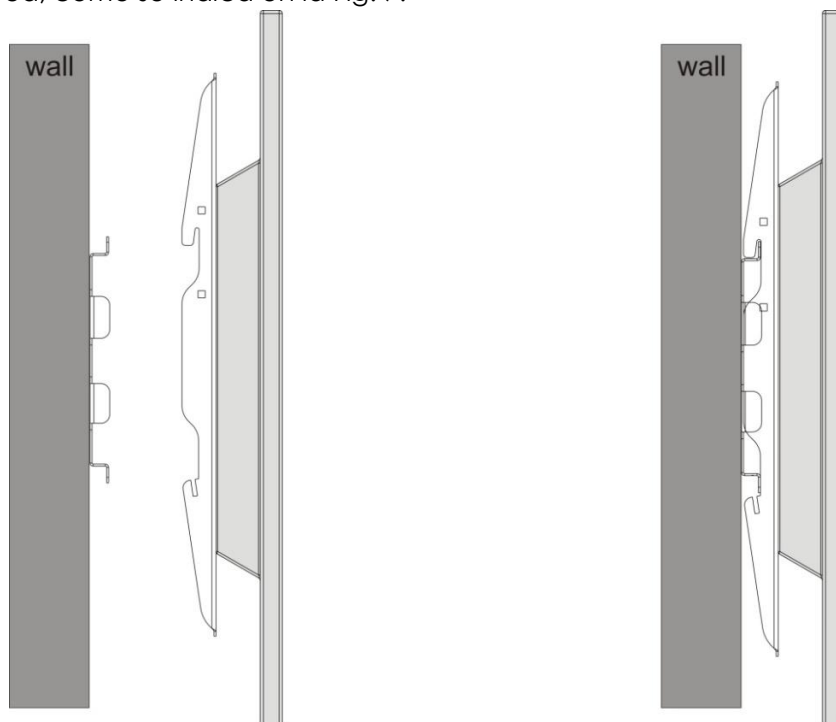

Fig. 7
- Una vez colocado con seguridad el soporte de montaje en la pared, eleve su TV con cuidado (entre 2 personas) y enganche los dos ganchos superiores por encima de la parte superior del raíl de la placa de la pared, como se indica en la Fig. 7.